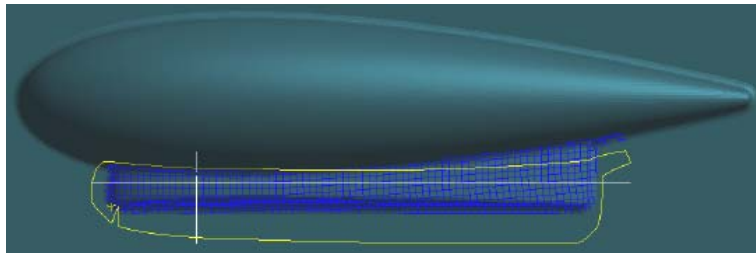

图10 作为制造项目一部分的平面样板图
- (4) 使用层的信息进行制造，包括嵌入和切削，平面样板图的输出，或者使用激光工具把层的轮廓投影在模具表面上，如图10所示；
- (5) 简单观看、审查和批准设计中的结构特征，在部门间或者转包商之间进行数字信息交流，获得最优结构和最小化误差，并且在部件性能上让可信度最大化。